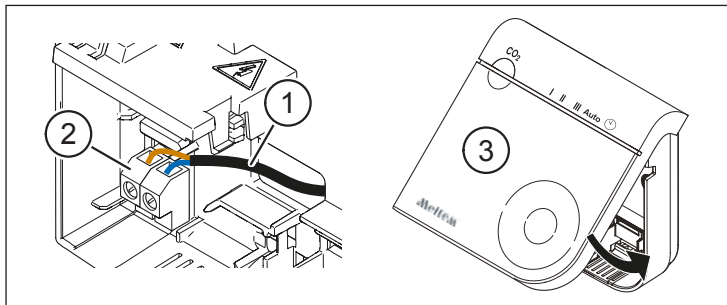

Abb. 4: Netzkabel anschließen und Deckel aufsetzen
- Schließen Sie das Netzkabel (Pos. 1 in Abb. 4) an den Klemmen (Pos. 2 in Abb. 4) an.
- Setzen Sie den Deckel (Pos. 3 in Abb. 4) mit den Nasen in die Aufnahmen am Gehäuse ein.